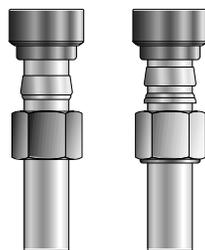

Рисунок 1
1. Оденьте гайку CPI™/A-LOK®, уплотнительное кольцо (уплотнительные кольца) CPI™/A-LOK® и плашку для корпуса на трубу, как это показано на рис. 1. Убедитесь в том, что конический конец (конические концы) уплотнительного кольца (уплотнительных колец) расположен по направлению к плашке корпуса.
3. Вставьте сборную трубу (рис. 1) в кольцо, поддерживающее гайку.